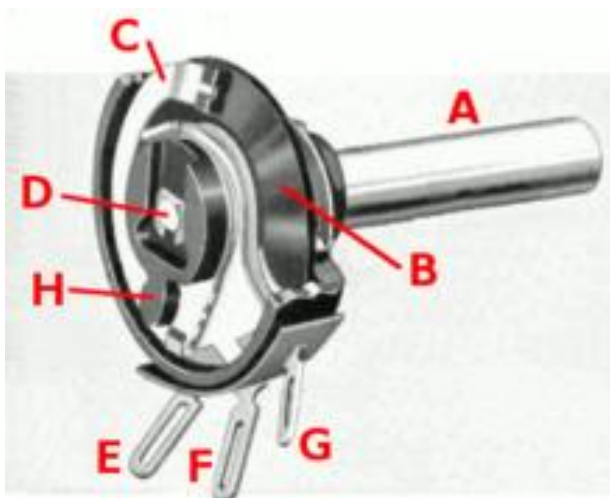

Рис. 2.2 Конструкція потенціометра
Потенціометри (рис. 2.2) складаються з резистивного елемента, ковзного контакту, який рухається уздовж елемента, роблячи хороший електричний контакт з однією його частиною, електричних клем на кожному кінці елемента, механізму, який переміщує контакт з одного кінця на інший, і корпусу, який містить елемент і контакт. Дивіться малюнок. Багато недорогих потенціометрів побудовані з резистивним елементом (В), сформованим у дугу кола, як правило, трохи менше повного витка, і контакту (С), що ковзає на цьому елементі при обертанні. Резистивний елемент може бути плоским або кутовим. Кожен кінець резистивного елемента з'єднаний з клемою (Е, G) на корпусі. Контакт підключений до третьої клеми (F), як правило, між двома іншими. На панельних потенціометрах контакт зазвичай є центральною клемою з трьох. Для однооборотних потенціометрів цей контакт зазвичай крутиться лише одним обертом навколо контакту.